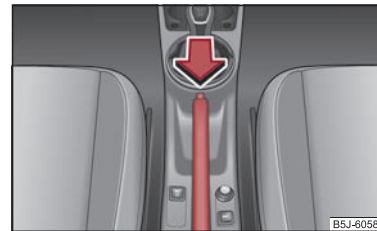

Abb. 96 Mittelkonsole: Handbremse
- Ziehen Sie den Handbremshebel etwas hoch und drücken Sie **gleichzeitig** den Sperrknopf ⇒ Abb. 96 hinein.